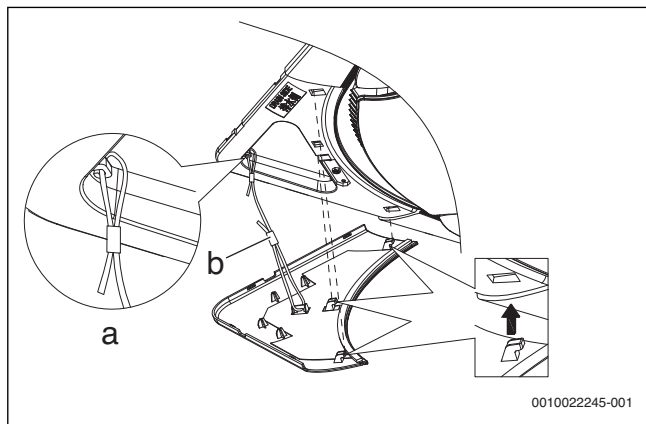

Рис. 15
2. Закрепите предохранительный строп декоративного уголка как показано на рис. 15.